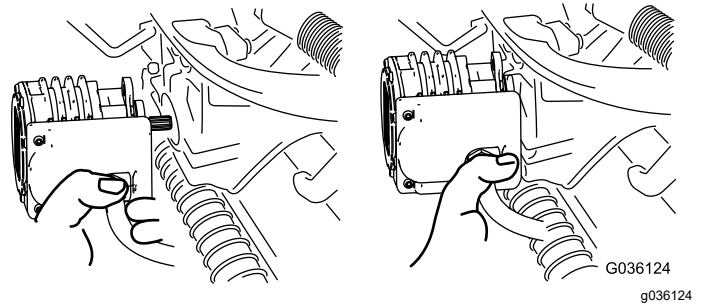

Bild 62
4. Legen Sie den Motor am Aufbewahrungsort vorne am Aufhängearm ab (Bild 62).